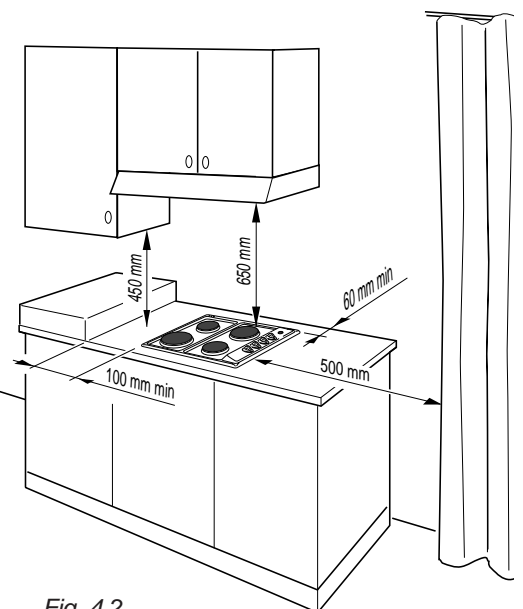

Fig. 4.2
- ✓ s'il y a un élément mural (ou une hotte) au-dessus de la table de cuisson, veiller à ce que la distance entre cet élément (ou cette hotte) et la grille de la table soit d'au moins 650 mm (voir également fig. 4.2);